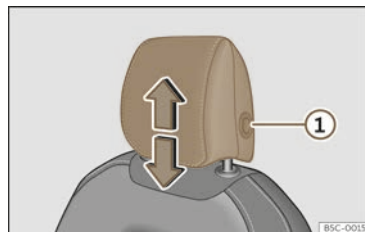
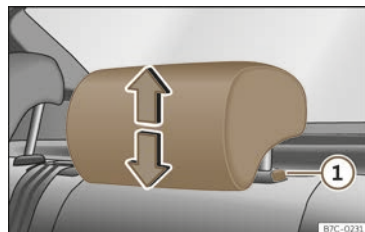

Abb. 99 Vordersitz:
Abb. 100 Kopfstütze hinten:
bis sie in der gewünschten Position einrastet. Gehen Sie zum Absenken auf gleiche Weise vor und drücken Sie die seitliche Taste ① >>> (Abb. 99), >>> (Abb. 100).